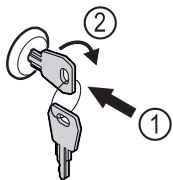

Fig. 150
- ▶ Sæt nøglen i Fig. 150 (1).
- ▶ Drej nøglen 90° med uret Fig. 150 (2).